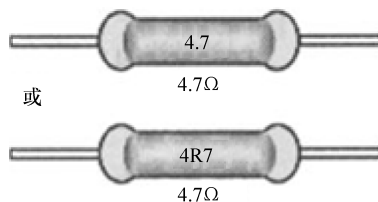

图 1-3 文字符号法
3) 文字符号法。表示电阻器的主要参数时，用文字符号表示电阻的单位，电阻值的整数部分写在阻值单位的前面，小数部分写在阻值单位的后面。文字符号法是将需要标出的主要参数与技术性能指标用文字、数字符号两者有规律地组合起来标志在电阻器上，其允许偏差用文字符号表示。其优点是识读方便、直观，多数用在大功率电阻器上。如 0.1Ω 标注为 $\Omega 1$ ， 3.3Ω 标为 $3\Omega 3$ ， $4.7k\Omega$ 标为 4k7， $10M\Omega$ 标注为 10M 等，如图 1-3 所示。RJ-0.5-5K1J 即阻值 $5.1k\Omega$ ，